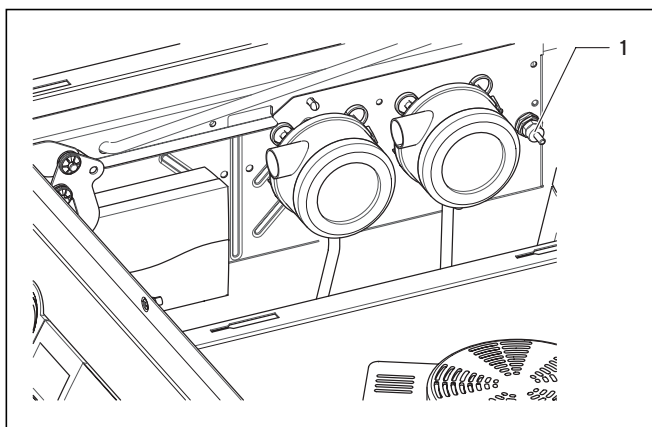

Рис. 9.1 Разблокировка после выключения STB
- Разблокируйте тепловой предохранитель, нажав на стержень (1, рис. 9.1).